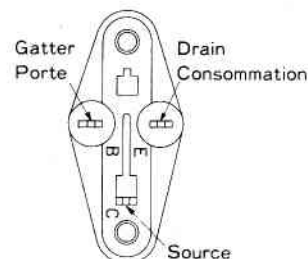

Abb. 5 Fig. 5
- (1) Wenn die stabilisierte Stromversorgung und die dazugehörigen Teile von Q701 und Q702 (D706, R752, R753 und ähnliche Teile) ersetzt werden, könnte die Einstellung der Eingangs/Ausgangs-Gleichspannung ausdriften, so daß die Eingangs/Ausgangs-Gleichspannung kontrolliert werden muß.
- (2) Da für  $h_{FE}$  in (E)-Klassen klassifiziert ist und für Q701 und Q702 eine Klasse von (E1) – (E3) vorgeschrieben ist, unbedingt beim Austausch auf die richtige Klasse für den entsprechenden Kanal achten.
- (3) Da der Stecker für den Transistor auch für den Leistungs-MOS-FET verwendet wird, wird die Polarität durch B,C und E angegeben. Diese gemäß Angaben in Abb. 5 anpassen, wenn der Leistungs-MOS-FET erneuert bzw. geprüft wird.